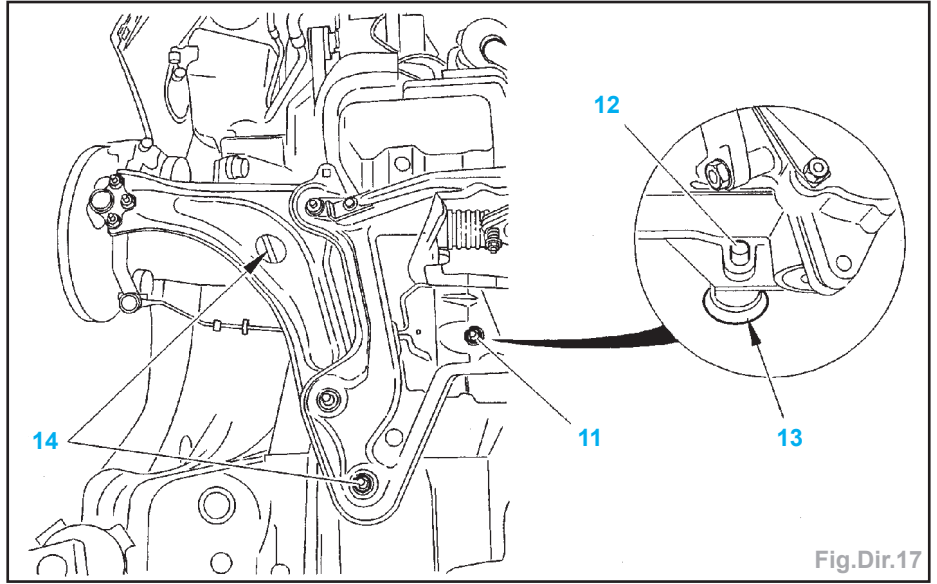

Fig.Dir.17
- Déposer (Fig.Dir.17) :
- les écrous (11),
- les goujons (12) (empreinte Torx).